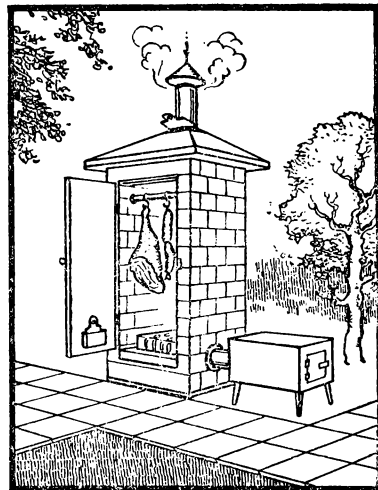

Рис. 31. Русская коптильня
**Эстонская коптильня сварная из стального листа** (рис. 30). Ее ставят под кирпичной стенкой на садовом участке. Внизу коптильной камеры, там, где подсоединяется дымоход, устроена решетка, на ней — булыжники (такие же, как в печи-каменке банные камни), выше — решетки для копчения. Печка и наклонный двухметровый дымоход сварены из листового стали. Русская коптильня — из кирпича, с железной топкой и дымоходом (рис. 31).